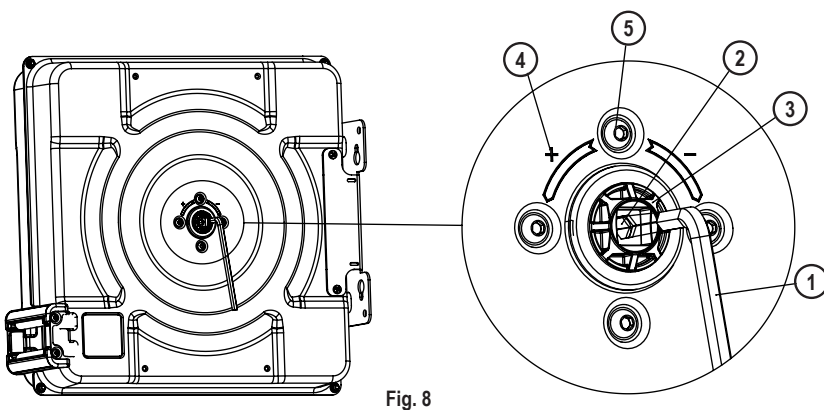
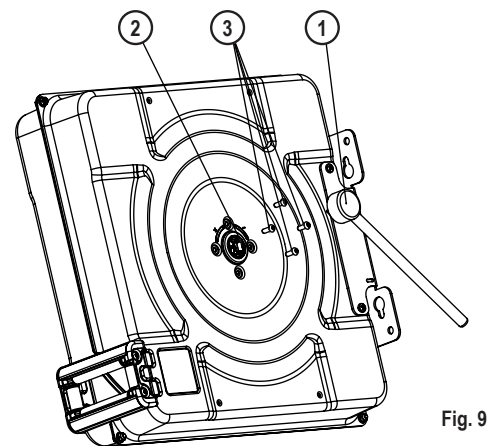
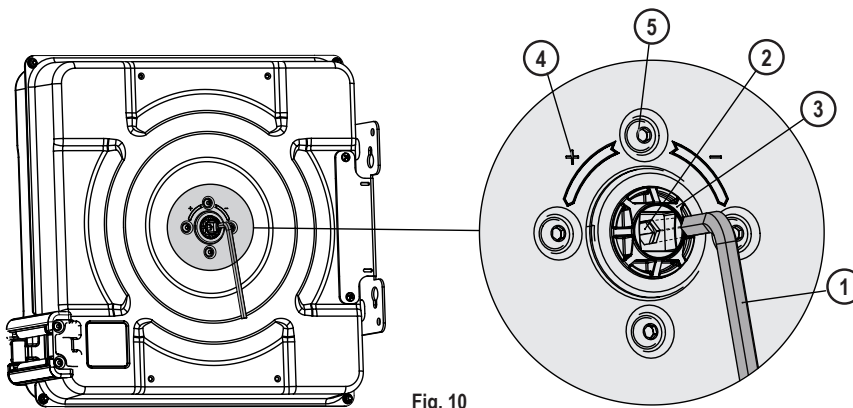

Fig. 8
Fig. 9
Fig. 10
6. Once the hose is connected to the fitting (4) (fig. 7), introduce an Allen key (7 mm between faces) inside the brass hexagon (2) (fig. 8), and turn this key to turn the spool in positive direction, following the indication stamped on the casing (4) (fig. 8). In this way, the hose will be coiled and the power spring will not get tension. When the hose stopper touches the rollers (3) (fig. 7), stop turning the spool.
6. När slangens är ansluten till fästet (4) (fig. 7), sätt in en insexnyckel (7 mm mellan ytorna) inuti mässingshexagonen (2) (fig. 8) och vrid för att vrida spolen i positiv riktning, efter instruktionerna på höljet (4) (fig. 8). På detta sätt, kommer slangens att rullas tillbaka och kraftfjädersystemet kommer inte att få spänning. När slangproppen kommer i kontakt med utloppsrollarna (3) (fig. 7), sluta att vrida spolen.
7. Take away the Allen key (1) (fig. 8), and replace it with a square key (1) (fig. 9). Turning this key, the spring fixation (2) (fig. 9) will turn (the spool will keep static) and the power spring will get tension.
8. Apply the pre-tension to the power spring as shown in Table 1, by means turning the tool in positive direction, following the indication stamped on the casing (4) (fig. 8).
7. Ta bort insexnyckeln (1) (fig. 8) och byt ut den med en fyrkantig nyckel (1) (fig. 9). När denna nyckel vrids, kommer fjäderfixeringen (2) (fig. 9) att vridas (spolen håller sig statisk) och kraftfjädern kommer att få spänning.
8. Applicera förspänningen på kraftfjädern enligt tabell 1, genom att vrida verktyget i positiv riktning, följt av indikeringen på höljet (4) (fig. 8).
9. After applying the pre-tension turns, without releasing the tool (1) (fig. 9) and grasping it firmly, introduce the bolts (3) (fig. 9). While tightening these bolts, pay attention not to release the tool, be cause this could cause injure. Once the first bolt is tighten, do not turn again the tool, this stress could damage the Tensor piece (2) (fig. 9).
10. After tighten the 4 bolts (3) (fig. 9), release the tool (1) (fig. 9). Verify if the hose reel is coiling properly with the desired force, coiling and uncoiling several times. If necessary, adjust the spring tension following the instructions shown in section "Spring load adjustment".
9. Sätt på bultarna (3) (fig. 9) när du har applicerat spänningsvridningarna, utan att lossa verktygen (1) (fig. 9) och håll fast ordentligt. Tänk på att inte lossa verktygen när du spänner dessa bultar, det kan orsaka skada. När den första bulten är åtdragen, vrid inte verktyget igen, den här spänningen kan skada fjäderspännaren (2) (fig. 9).
10. Lossa de 4 bultarna (3) (fig. 9), lossa verktyget (1) (fig. 9). Kontrollera om slangspolen rullar korrekt med önskad kraft, spolning och lossning flera gånger. Vid behov justera fjäderns spänning enligt instruktionerna i avsnittet "Justering av fjäderbelastningen".
1. With the hose reel firmly attached on a surface, uncoil all the hose and latch the spool in the nearest position. For higher security, use a tool which avoid the spool to turn freely. It is recommended to block de spool by introducing an Allen key 7 mm between faces (1) (fig. 10) inside the brass hexagon (2) (fig. 10), through the Tensor piece (3) (fig. 10).
1. Med slangspolen fastsatt på en yta, dra ut hela slang och lås spolen i närmaste position. För högre säkerhet, använd ett verktyg som undviker att spolen vrids fritt. Det är rekommenderat att blockera spolen genom att införa en insexnyckel 7 mm mellan ytorna (1) (fig. 10) inuti mässingshexagonen (2) (fig. 10) genom fjäderspännaren (3) (fig. 10).
1. First of all it is necessary to remove the power spring tension. To do so, with all the hose coiled and the hose stopper in contact with the roller outlet, introduce a square key (1) (fig. 9) in the Tensor piece (2) (fig. 9), and loosen the bolts (3) (fig. 9). Do not turn the tool (1)(fig. 9) until all the bolts have been taken away, because the stress could damage the Tensor piece (3) (fig. 10).
2. By turning the tool in negative direction, following the indication stamped on the casing (4) (fig. 8), the power spring will loose force. By turning the tool in positive direction, the power spring will gain force. Add or subtract turns as you need always having in mind to leave between a minimum of 2 pre-tension turns and the maximum pre-tension turns (Table 1) which keeps the spring from exceeding the total allowed turns.
1. Först och främst är det nödvändigt att ta bort kraftfjäders spänning. För att göra det, med all slang tillbakarullad och med slangproppen i kontakt med rullutloppet, introducera en fyrkantig nyckel (1) (fig. 9) i Fjäderspännaren (2) (fig. 9) och lossa bultarna (3)(fig. 9). Vrid inte verktyget (1) (fig. 9) innan alla bultar har tagits bort, eftersom spänningen kan skada fjäderspännaren (3) (fig. 10).
2. Genom att vrida verktyget i negativ riktning, kommer kraftfjädern att förlora kraften enligt instruktionerna på höljet (4) (fig. 8). Genom att vrida verktyget i positiv riktning kommer kraftfjädern att få kraft. Lägg till eller subtrahera de varv som du behöver, men tänk på att lämna minst 2 förspänningsvarv och max den maximala förspänningsvridningen från Tabell 1 som undviker att överskrida de varv som tillåts.
3. Finally, while grasping firmly the tool, introduce again the bolts (3)(fig. 9). Remember not to turn the tool when the bolts are in place, because this could damage the Tensor piece (3) (fig. 10). When all the bolts are tightened, you can take away the tool. Verify if the hose reel is coiling properly with the desired force, coiling and uncoiling several times. If necessary, repeat the procedure.
3. Slutligen, när du håller fast verktyget, introducera igen bultarna (3) (fig. 9). Kom ihåg att inte vrida verktyget när bultarna är på plats, eftersom det kan skada fjäderspännaren (3) (fig. 10). När alla bultar är åtdragna kan du ta bort verktyget. Kontrollera om slangrullen rullar korrekt med önskad kraft, tillbakarullning och lossning flera gånger. Upprepa proceduren om det behövs.
3. Block the spool using appropriate tools. It is recommended to block the spool using an Allen key 7 mm between faces (1) (fig. 8) introducing it inside the brass hexagon (2) (fig. 8), through the Tensor piece (3) (fig. 8). You can also move the hose stopper (fig. 5) to a new position, where the latch can be seen through the service window when the hose stopper touches the roller outlet.